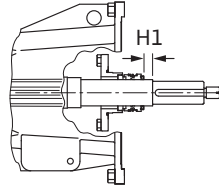

Fig. 31: Versão com empanque mecânico
- Inserir o anel de fixação 5.3 no veio e montá-lo tendo em conta a medida de montagem H1 e o binário de aperto (ver Fig. 31 e Tab. 9).